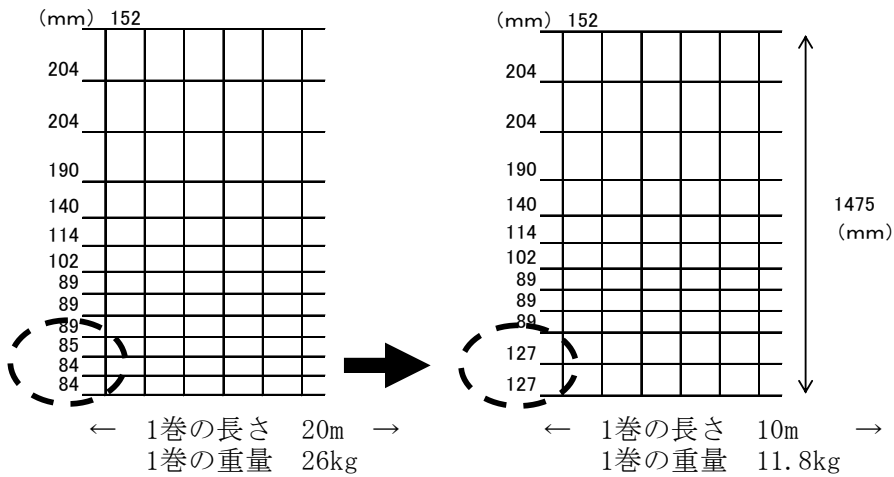
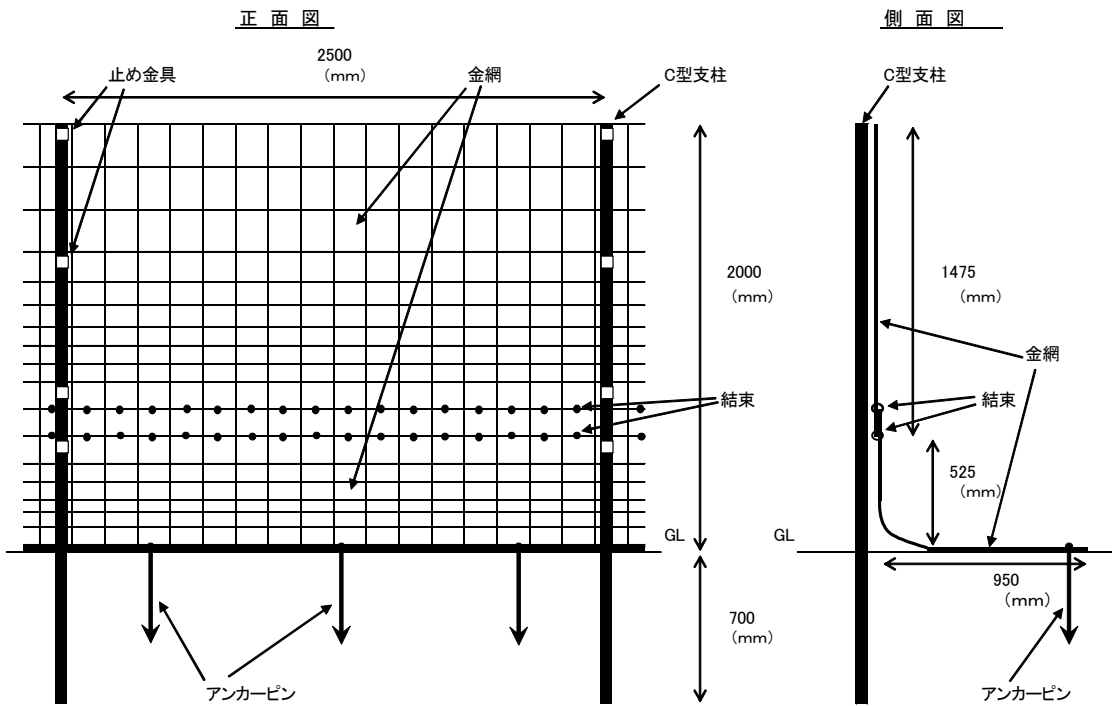

図1 急斜面版シカ侵入防止柵の金網 1巻あたりの変更点
図2 改良した急斜面版シカ侵入防止柵の正面図と側面図
奥多摩のような急傾斜地において、シカから植物を保護し、土砂の浸食を防ぐため、2005年に急斜面版シカ侵入防止柵を開発した。このシカ柵の部品のひとつである金網（図1、左）は、タイトクロスという特殊な結合構造をもつが、これを工場で大量に生産した場合、網目の間隔が84 mmと狭まった側が機械に絡んでしまい、安定した製造ができないことが判明した。また、この時の金網の重量は、1巻、約26 kgと重かったため、急斜面の登りの運搬時、道脇の枝葉などがこの金網に接触した場合、無理な姿勢をして腰を痛める、あるいは、金網を落とした場合、後続の作業員に危険が及ぶなどの問題があった。そこで、これらの問題点を解決すべく改良を加えたので報告する。
- 1) 大量生産に適した最小の網目の間隔は、端から127 mm, 127 mmであった(図1, 右)。1巻あたり20 mの長さを10 mに規格変更した効果と合わせ、1巻の重量は、約26 kgから11.8 kgになった。設置時には、これを2枚用いて、接合部は、細かい網目である127 mmの側どうしを向かい合わせ、短めのシノーなどで結合し用いる(図2, 表1)。